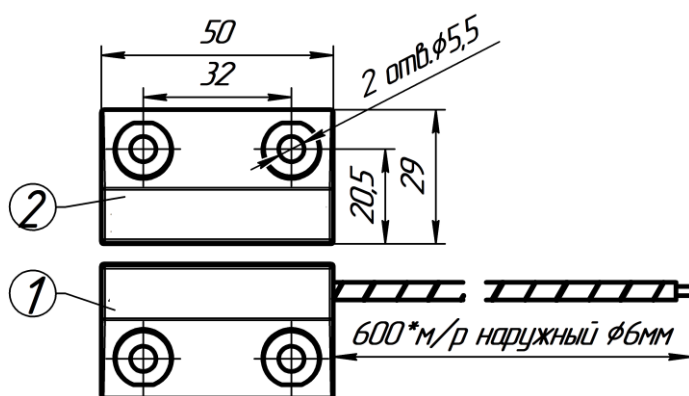

Рис.2 Извещатели модификаций Б2П, Б2П В, Б2М, Б3П, Б3М, «Антисаботаж»
- 1.13 Расположение и диаметр крепежных отверстий ИО102-50 приведены на рис.1 и рис.2.